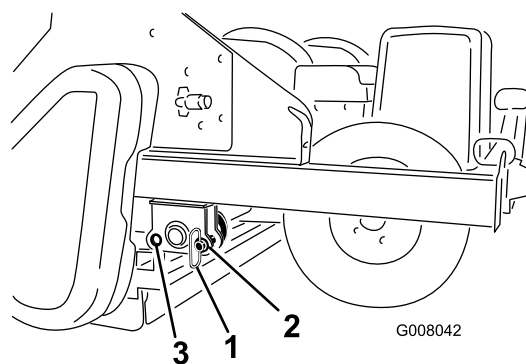

Рисунок 23
1. Извлеките стояночные штифты из задних отверстий (Рисунок 23).
2. Медленно опускайте обработчик, пока он не обопрется на задний валок и шины. Вставьте стояночные штифты в передние отверстия (Рисунок 23).